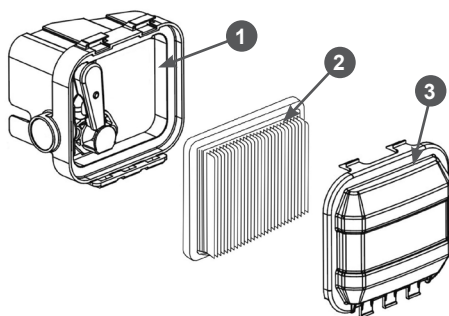

Рис. 17. Обслуживание воздушного фильтра
1. Нажмите на фиксаторы и снимите крышку 3 воздушного фильтра (Рис. 17).
2. Извлеките из корпуса 1 фильтрующий элемент 2 (Рис. 17).
- Произведите очистку крышки 3 воздушного фильтра и корпуса 1, не допуская попадания пыли и грязи в карбюратор (Рис. 17).